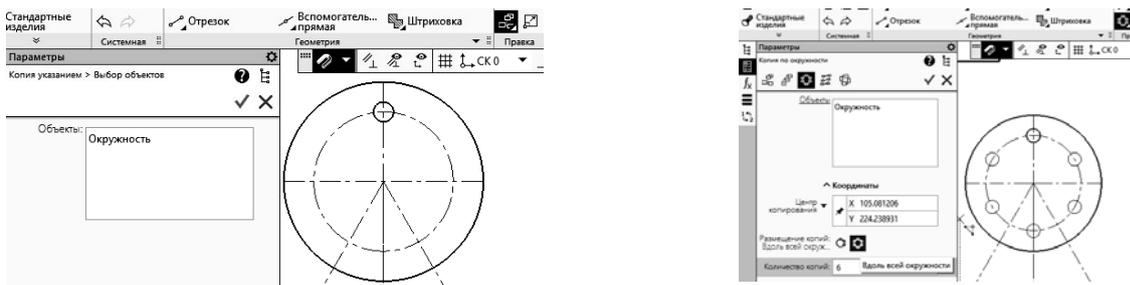

Рисунок 2.3 – Команда «Копия указанием»
- 5) построить окружность $\varnothing 6$, используя команду **Правка / Копия указанием** (для этого укажите объект, нажмите кнопку **Создать объект**) (рисунок 2.3).
Выберете команду **Копия указанием, Вдоль всей окружности**, количество копий 6, нажмите кнопку **Создать объект** (рисунок 2.3);